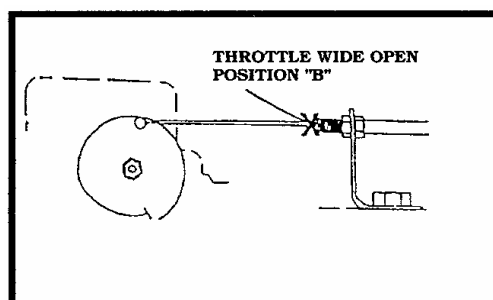

Figure 5
B. 再將油門踏板踩到底，於油門鋼索上作另一記號 "B"(Figure 5)